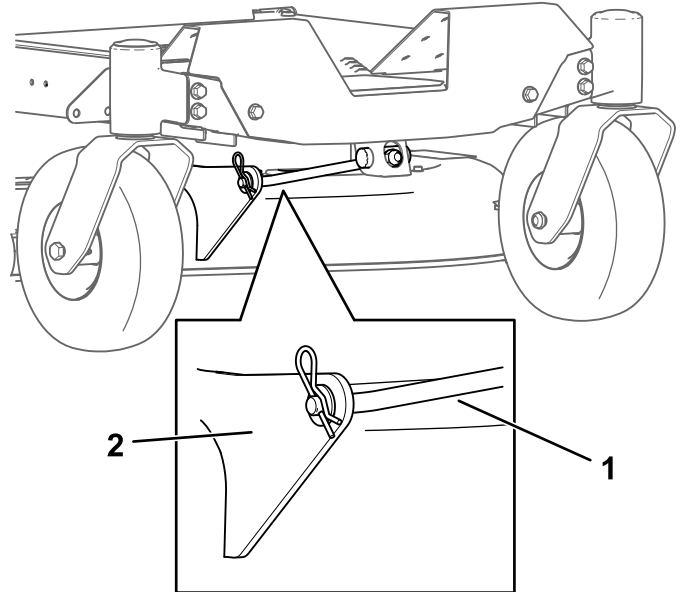

Figura 70
4. Retire la chaveta de la varilla de soporte delantera y retire la varilla del soporte de la carcasa (Figura 70).
8. Conecte la varilla de soporte delantera a la carcasa de corte con el pasador y la chaveta (Figura 70).